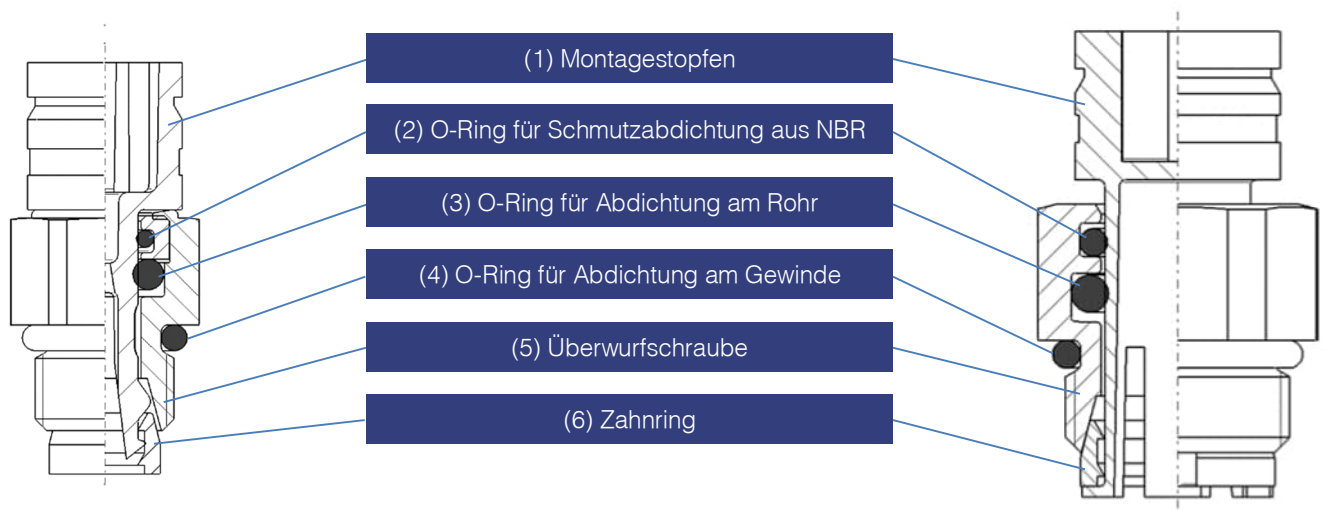

Abb. 1: Komponenten der Baugruppe VOSS Stecksystem 203 (links NG 4, rechts NG 8)
Bei der integrierten Variante wird eine so genannte Baugruppe in eine system-spezifische Anschlussbohrung vormontiert. Die Baugruppe besteht im Wesentlichen aus den Bauteilen Überwurfschraube (Pos. 5 in Abb. 1) und Zahnring (Pos. 6 in Abb. 1). Diese beiden Bauteile bilden zusammen mit dem Montagestopfen (Pos.1 in Abb. 1) aus PE/POM eine Baugruppe, die dann unmittelbar in ein Aggregat eingeschraubt werden kann. Nach erfolgter Montage wird der Montagestopfen vor dem Einstecken des Rohres herausgezogen.
- Die Abdichtung des gesteckten Rohres gegen das Medium erfolgt durch einen O-Ring (Abb. 1, Pos. 3).
- Ein zweiter O-Ring (Abb. 1, Pos. 2) verhindert das Eindringen von Verunreinigungen aus der Umgebung.
- Der Zahnring (Abb. 1, Pos. 6) übernimmt in der Verbindung die Haltefunktion für das gesteckte Rohr. Der Zahnring hat innen zwei umlaufende Haltekanten, die nach erfolgtem Einstecken und Zurückziehen des Kunststoffrohres in dieses eingreifen.